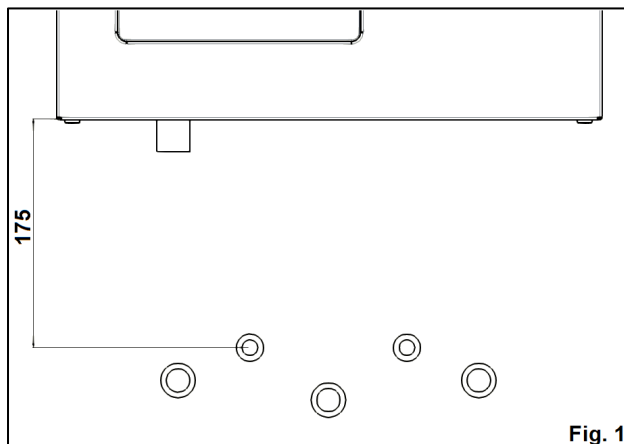

Fig. 1
1. Se verifica daca centrala este pozitionata la distanta 175mm față de axa racordului situat cel mai sus. (Fig. 1)